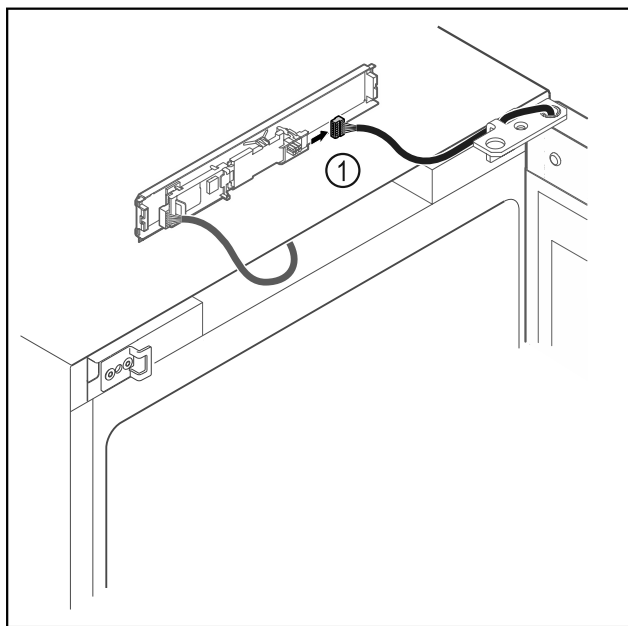

Fig. 10
- ▶ Træk stikket ud af Fig. 10 (1) printkortet.